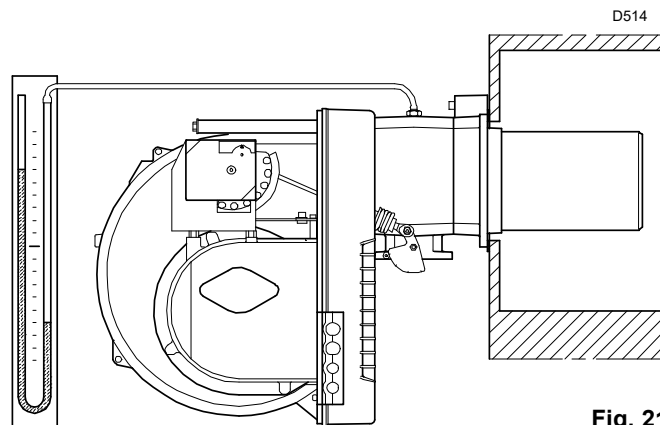

Fig. 21
- Montare un manometro a U (Fig. 21) sulla presa di pressione del gas del manicotto.
L'arrivo del gas al manicotto è evidenziato dal manometro ad U (Fig. 21 a pag. 23).
A titolo orientativo può essere ricavata dalla Tab. F a pag. 19, basta leggere la pressione del gas sul manometro a U, vedi Fig. 21 a pag. 23, e seguire le indicazioni date a pag. 19.